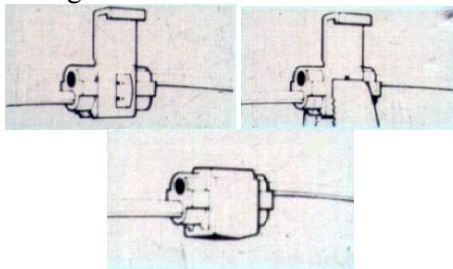

Figura 7. Colocación de conector para unión de cables, extremo del Twinsite.
- Una vez montado el Twinsite®, proceda a unir los cables de éste con las puntas de los cables instalados anteriormente. Utilice los conectores para unión de cables (ver página 5 No. parte 0154-00181). Corte las puntas de los cables de manera que queden parejas, no las despunte. Para la unión de cada color utilice un conector. Coloque una punta (sin pelar) en un extremo del conector, la otra punta por el otro extremo del conector. Presione con las pinzas la cuchilla y por último cierre el conector. Ver figura 7.